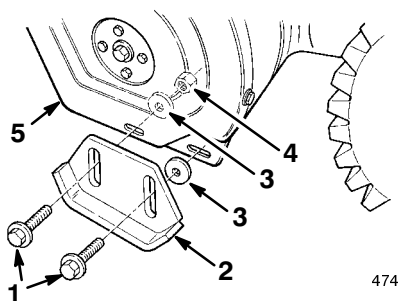

Figure 9
3. Retirez avec leurs rondelles les 2 boulons à embase fixant les extrémités de la lame racleuse aux panneaux latéraux (Fig. 9).
4. Remontez les boulons dans les fentes arrière des patins, en insérant **les rondelles entre les patins et les panneaux latéraux** (Fig. 9). Ne serrez pas encore les boulons.
5. Montez les boulons à embase dans les fentes avant des deux patins et les trous des panneaux latéraux, en plaçant **les rondelles entre les patins et les panneaux latéraux** (Fig. 9). Ne serrez pas encore les boulons.